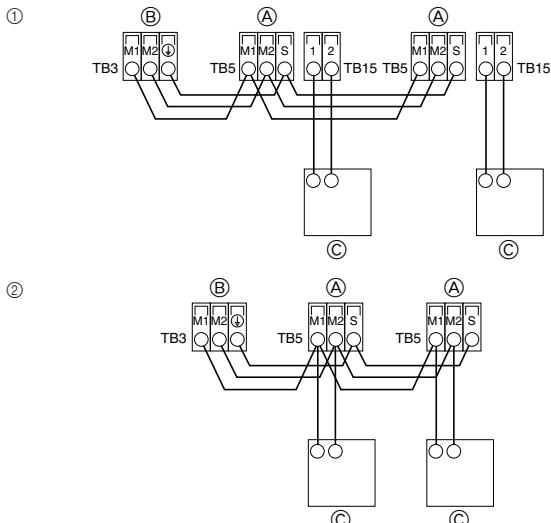

Fig. 4-2
4.2. Raccordement des câbles de la commande à distance et des câbles de transmission intérieurs et extérieurs (Fig. 4-2)
- ① Commande à distance MA
② Commande à distance M-NET